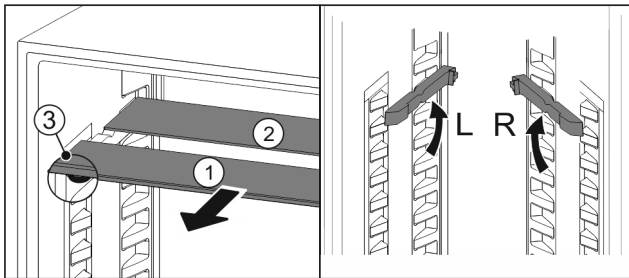

Fig. 20
- ▶ Glasplatten einzeln nach vorne herausziehen Fig. 20 (1).
- ▷ Glasplatte Fig. 20 (1) mit Zierleiste liegt vorne.
- ▷ Stops Fig. 20 (3) zeigen nach unten.